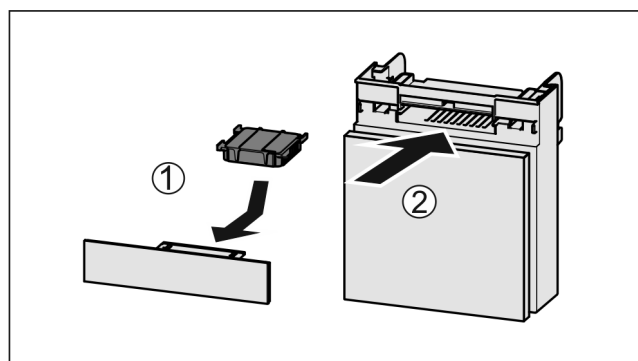

Fig. 60
- ▶ Inserire il vano Fig. 60 (2).